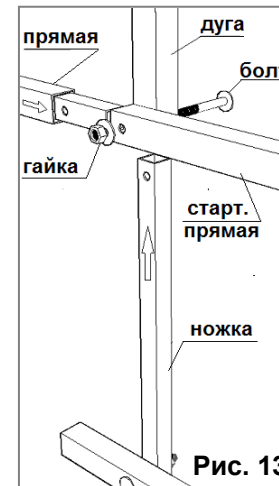

Рис. 13
5.3.6. Прикрутите к собранным деталям дуги, а в нижней части еще и Т-образные ножки согласно отверстиям (смотри рис. 13).